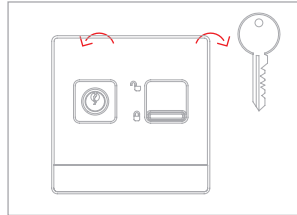

Fig. 2
- Fig. 2: Drehen Sie den Schlüssel gegen den Uhrzeigersinn und entfernen sie ihn.